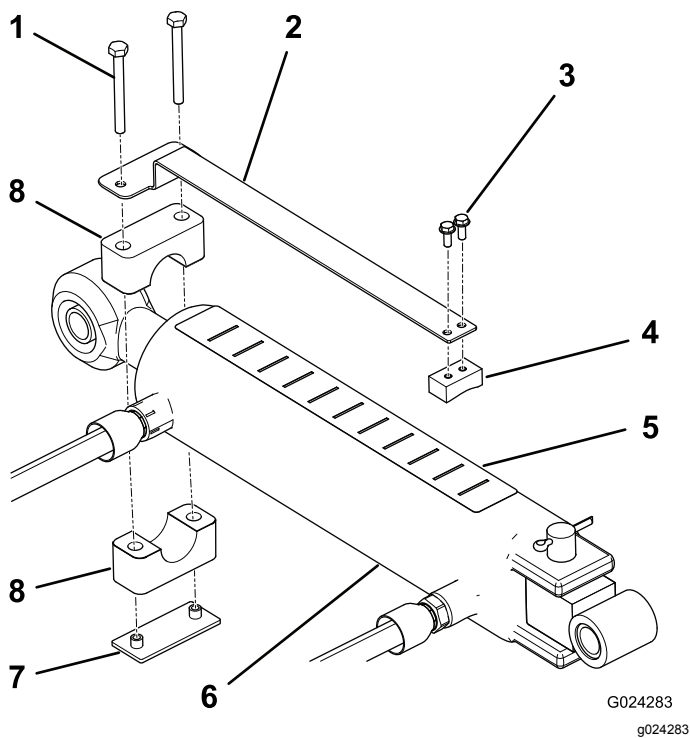

Figura 8
- Montate l'indicatore di profondità sul lato piatto del pattino con due viti macchina (n° 10 x 1/2") posizionando i componenti come mostrato nella Figura 8.
- Utilizzate serratubo, piastra a saldare e 2 viti ($\frac{1}{4}$ " x $2\frac{1}{2}$ "") per montare senza stringere l'indicatore di profondità sulla testa di biella del cilindro dell'attacco superiore (Figura 8). Verificate che i morsetti siano sufficientemente allentati da poter ruotare alla posizione desiderata.
- Applicate l'adesivo della profondità nella parte superiore del cilindro, in una posizione visibile all'operatore e in modo da non interferire con i flessibili idraulici o da creare altre ostruzioni (Figura 8). Allineate l'estremità dell'adesivo con la lettera "J" verso l'arieggiatore.